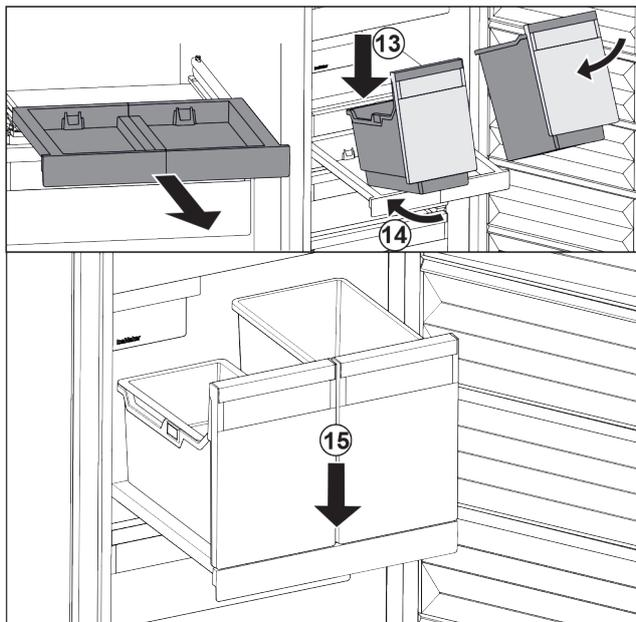

Fig. 24
- ▶ Встановити резервуар на витяжну панель навкоси. Fig. 24 (13)
- ▶ Насунути резервуар навкоси до задку. Fig. 24 (14)
- ▶ Резервуар опустити спереду. Fig. 24 (15)